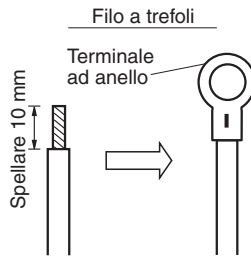
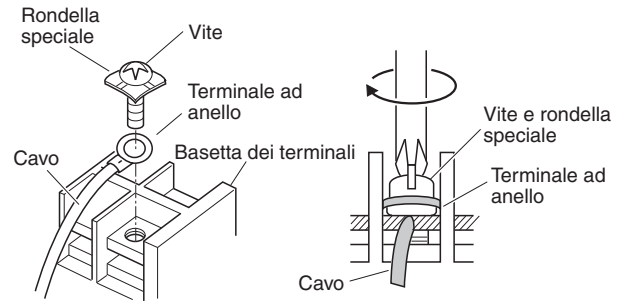

Fig. 4-7
Fig. 4-8
- (1) Asportare circa 10 mm di guaina isolante dall'estremità del cavo per esporre i fili, i quali andranno quindi attorcigliati. (Fig. 4-7)
- (2) Con un cacciavite a croce rimuovere la vite e le viti dalla basetta dei terminali.
- (3) Con una pinza o altro attrezzo adeguato fissare bene l'estremità spellata del cavo al terminale ad anello.
- (4) Applicare il terminale ad anello, quindi rimettere in posizione e serrare la vite terminale rimossa usando un cacciavite. (Fig. 4-8)